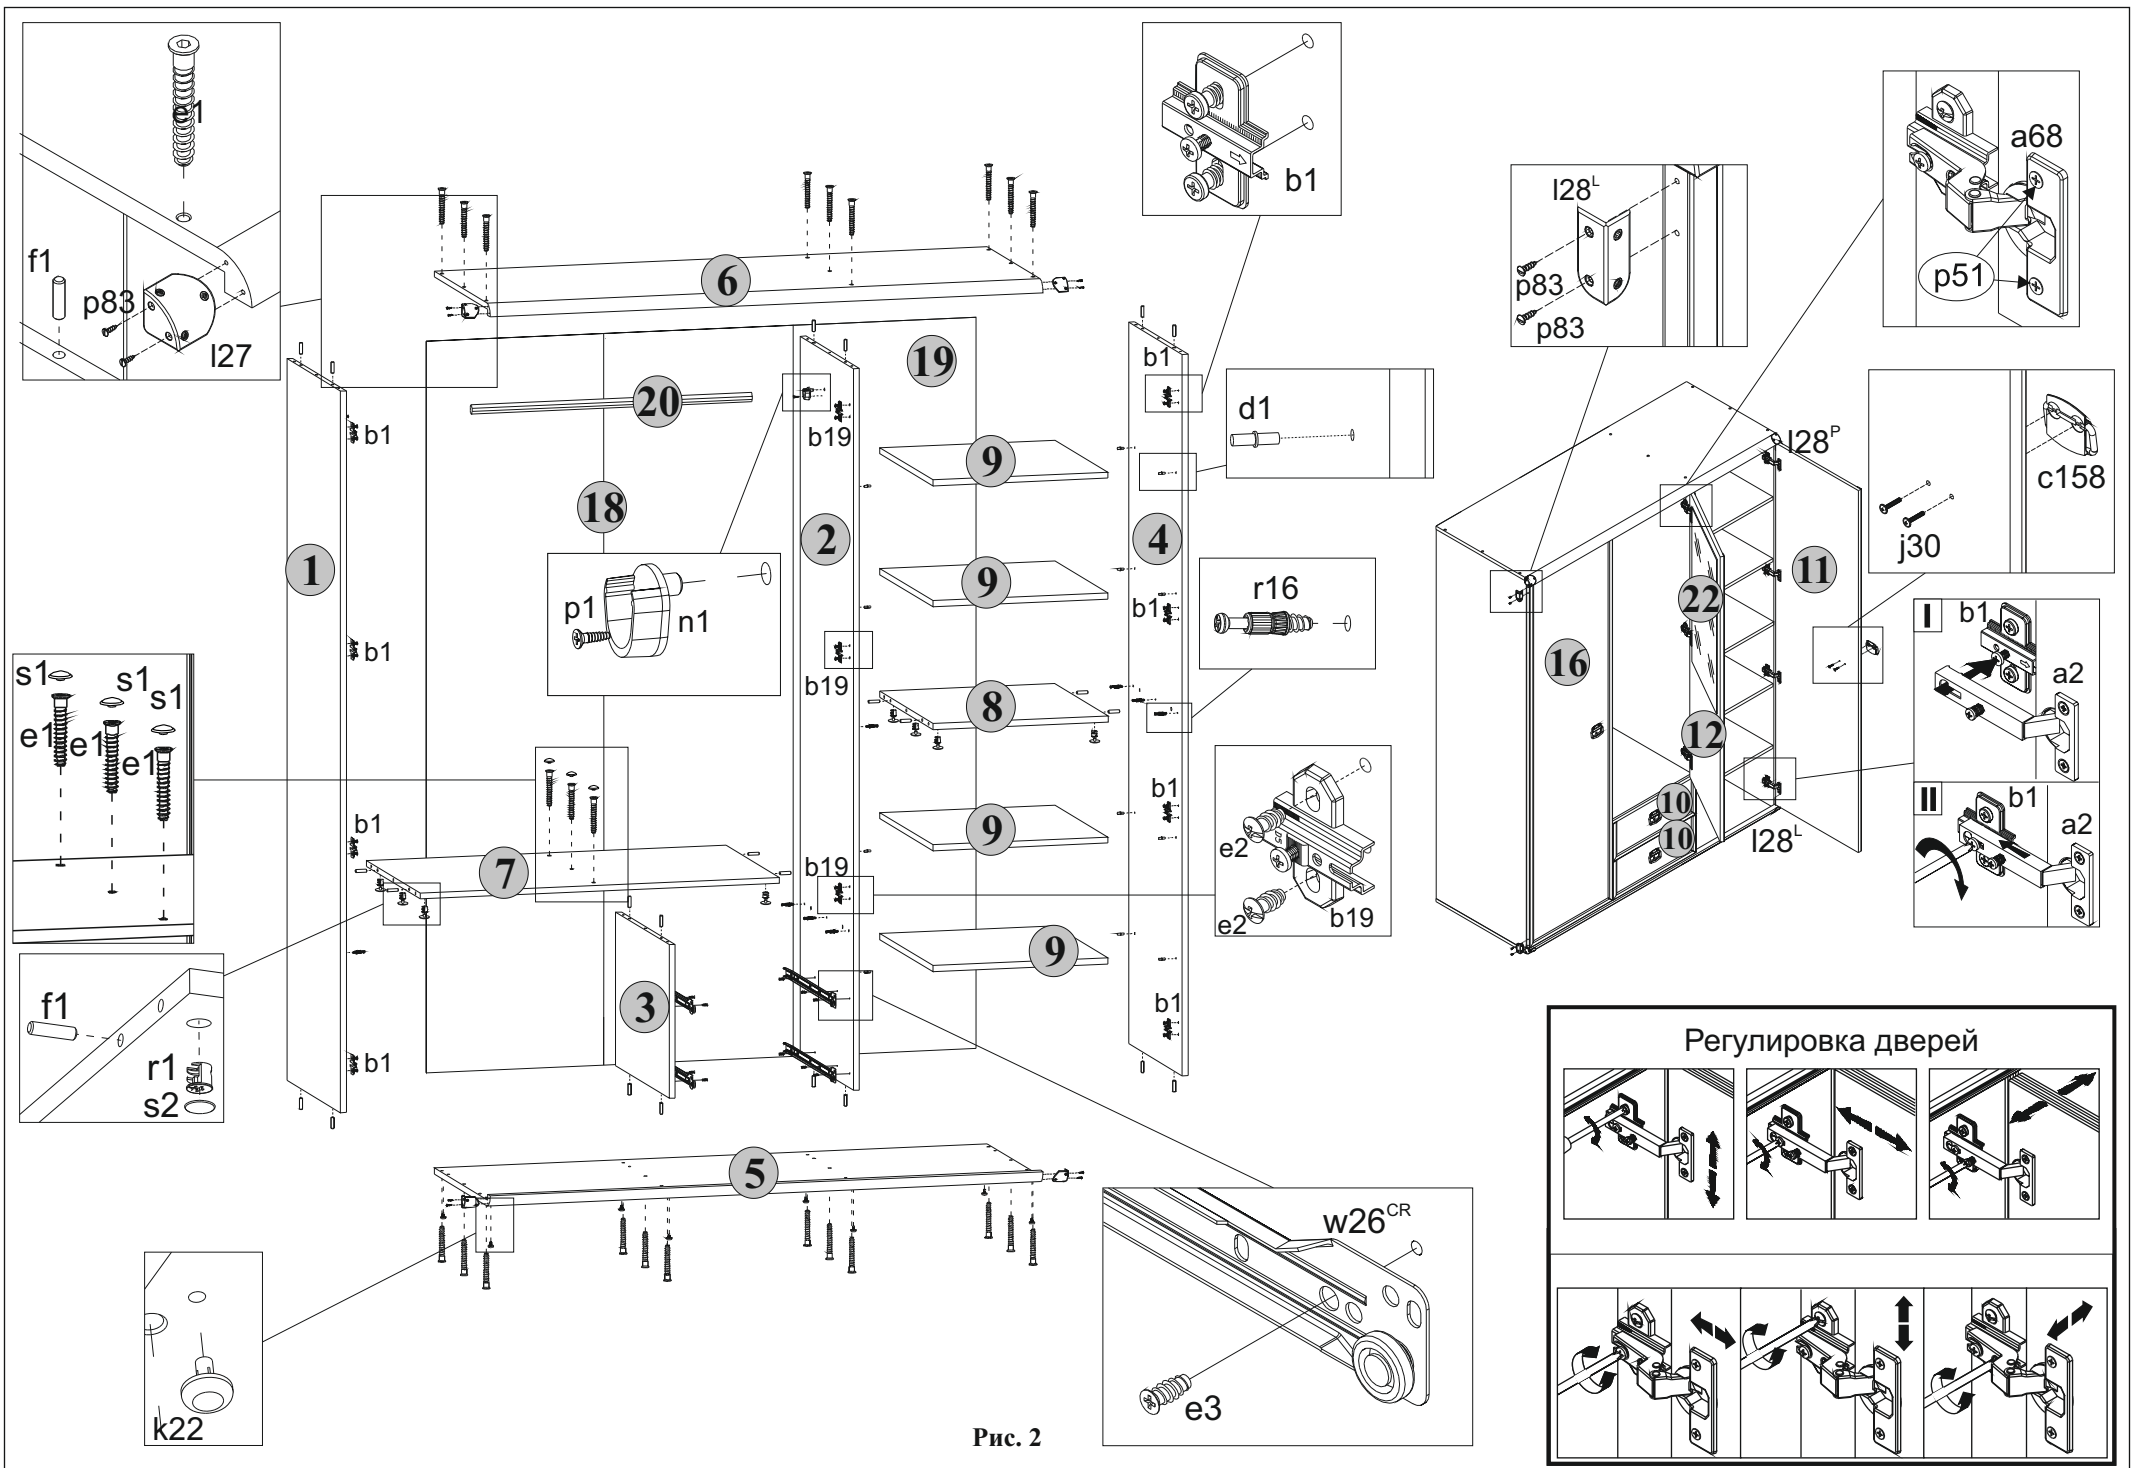

Рис. 2
вставить стяжки эксцентриковые **г1 (см.рис. 2)**.
5.11 В отверстия диаметром **4,5 мм** на нижней поверхности щита нижнего **5** вставить опоры полимерные **k22 (подпятники) (см.рис. 2)**.
5.13 К полке соединительной **7** присоединить стенку среднюю **3** и стянуть конформатами **e1**, пользуясь специальным ключом **z1** из комплекта фурнитуры. Головки конформатов **e1** закрыть заглушками **s1 (см.рис. 2)**.
5.16 К деталям **1, 2, 3 и 4** присоединить щит нижний **5** и стянуть конформатами **e1**, пользуясь специальным ключом **z1** из комплекта фурнитуры (**см.рис. 2**).
5.17 К деталям **1, 2 и 4** присоединить щит верхний **6** и стянуть конформатами **e1**, пользуясь специальным ключом **z1** из комплекта фурнитуры (**см.рис. 2**).
5.31 Положить двери **16** и **11** фасадной поверхностью вниз на ровную поверхность. Закрепить на дверях петли шарнирные **a2**, пользуясь крестообразной отверткой (**см.рис.2**).
5.2 В отверстия диаметром **8 мм** на верхних и нижних кромках стенок боковых **1** и **4**, на верхних и нижних кромках стенок средних **3** и **4**, а также на боковых кромках полок соединительных **7** и **8** вбить деревянные шканты **f1** (см.рис. 2).
5.6 В отверстия диаметром **5 мм** над направляющими роликовыми **w26^{CL}** и **w26^{CR}** на левой поверхности стенки средней **2** и на правой поверхности стенки боковой **1** вкрутить винты стяжки **r16**, пользуясь крестообразной отверткой (см.рис. 2).
5.7 В отверстия диаметром **5 мм** в центральной части на левой поверхности стенки боковой **4** и на правой поверхности стенки средней **2** вкрутить винты стяжки **r16**, пользуясь крестообразной отверткой (см.рис. 2).